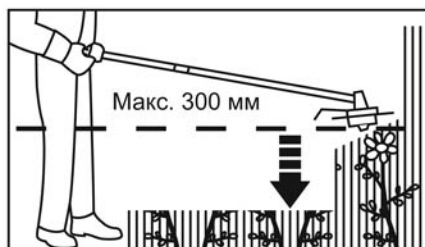

Рис. 24
- > Никогда не поднимайте режущую головку выше уровня бедер (рис. 24); чем выше вы держите режущую головку, тем выше риск отбрасывания предметов.